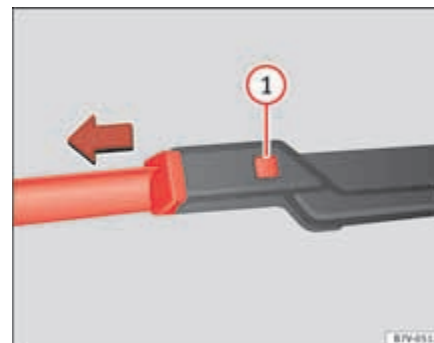

Fig. 165 Cambio de las escobillas del parabrisas.
- Mantenga presionada la tecla de desbloqueo ⇒ **página 283, fig. 165 ❶** y tire a su vez ligeramente de la escobilla en el sentido que indica la flecha.